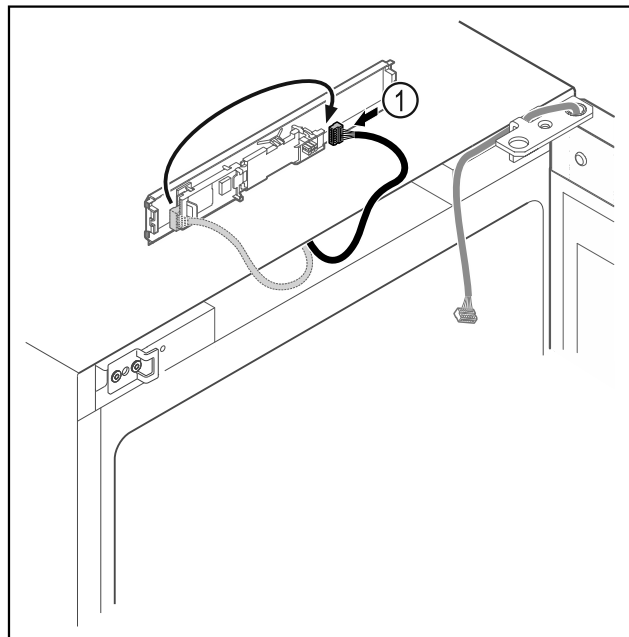

Fig. 21
- ▶ Wtyczkę Fig. 21 (1) należy ponownie podłączyć do płytki drukowanej.